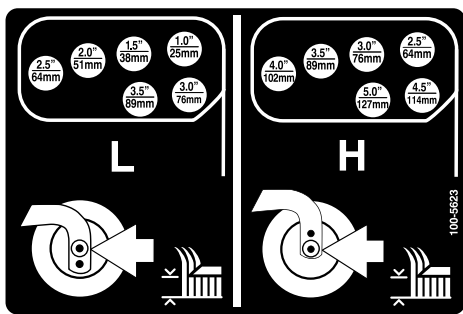

Figura 25
5. Rode a barra tensora para levantar ou descer o braço articulado, até os orifícios se encontrarem alinhados com a altura desejada dos orifícios da altura de corte na estrutura da unidade corte (Figura 24 e Figura 25).